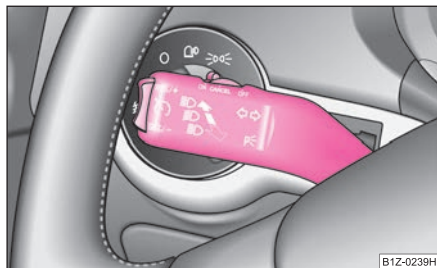

Fig. 45 La palanca de luz intermitente y luz de carretera
- Presione la palanca hacia arriba o hacia abajo ⇒ fig. 45.